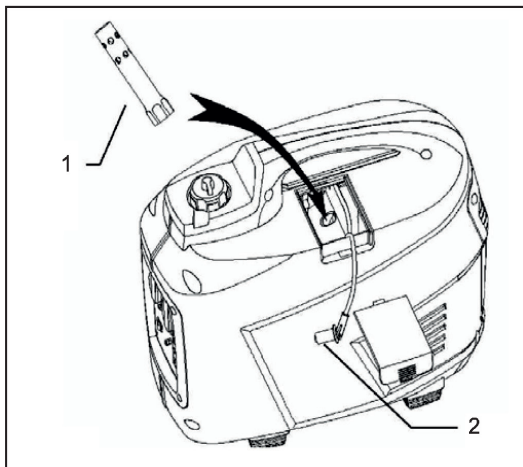

Рис. 19
2. Снимите со свечи колпачок высоковольтного провода 2 (Рис. 19).
3. Выверните свечу зажигания с помощью свечного ключа 1 (Рис. 19).